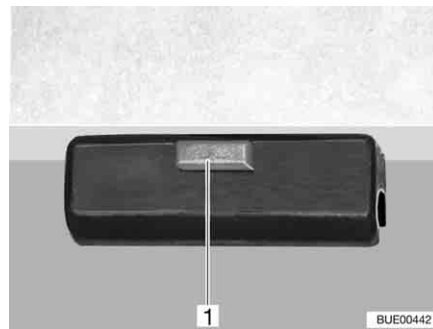

Fig. 97 Dispositif de verrouillage
- Desserrer le dispositif de verrouillage (Fig. 97,1) du plateau de la table.